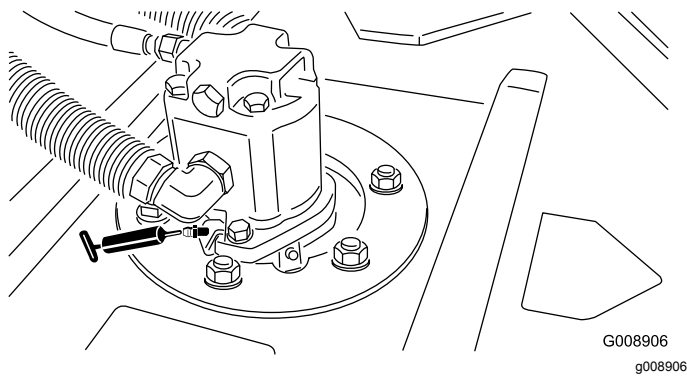

Figure 42
- 2 (par unité de coupe) roulements d'axe de pivot d'unité de coupe (Figure 42)